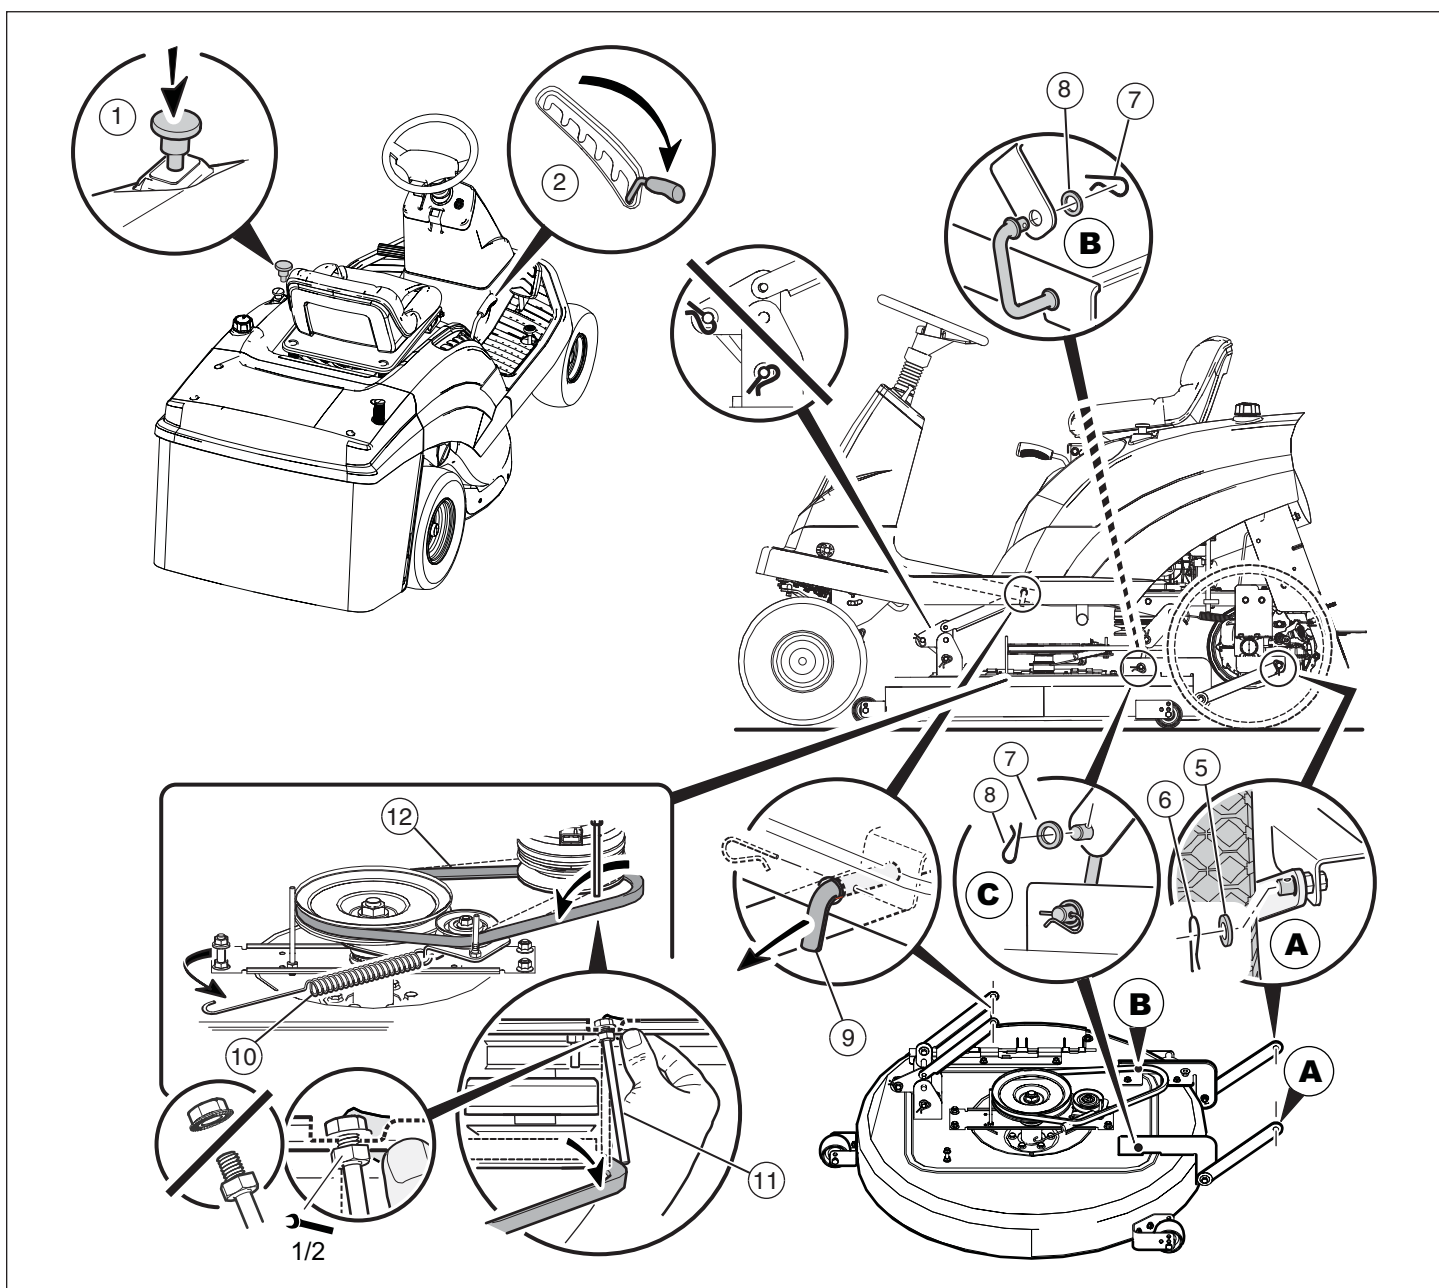

Figure 35
1. Déplacer la commande de rotation de lame (1) en position DÉBRAYAGE (voir la **Figure 35**).
2. Déplacer le levier de levage (2) en position de coupe basse.
3. Retirer les goupilles en épingle à cheveux (5) et les rondelles (6) des bras de suspension arrière (voir **A**, **Figure 35**).
4. Retirer les goupilles en épingle à cheveux (7) et les rondelles (8) des tiges de suspension (voir **B** et **C**, **Figure 35**).
5. Déconnecter la bride avant (9) du support de cadre.
6. Déconnecter le ressort d'extension (10) du montant de plateau de coupe de la tondeuse.
7. Desserrer le guide de courroie (11) de la poulie stack.
8. Retirer la courroie d'entraînement de la tondeuse (12) de la poulie du moteur.